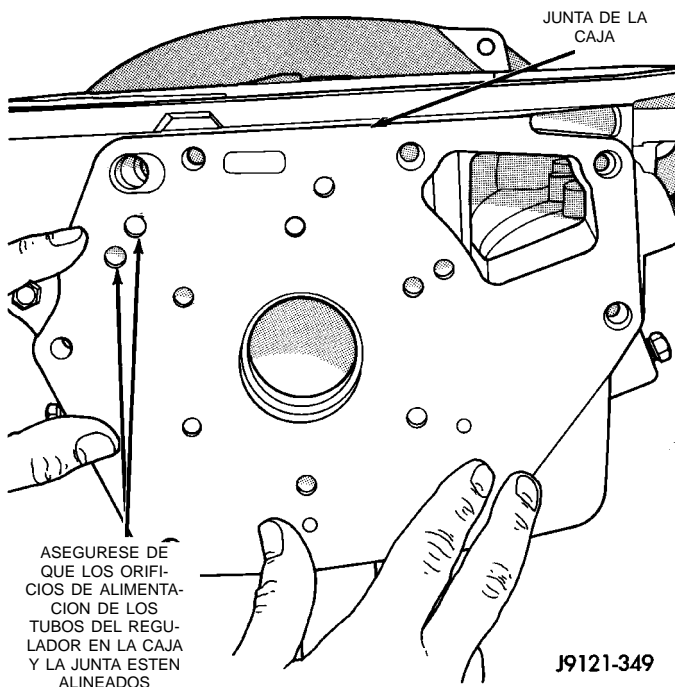

Fig. 146 Instalación/alineación de la junta de la caja
(6) Instale una junta nueva en la parte trasera de la caja de transmisión. Utilice vaselina para mantener la junta en su lugar. Asegúrese de alinear los orificios de alimentación del regulador en la junta con los conductos de alimentación en la caja (Fig. 146). Instale también la junta antes del retén del émbolo de sobremarcha. El orificio central en la junta es más pequeño que el retén y no se lo puede instalar sobre éste último.